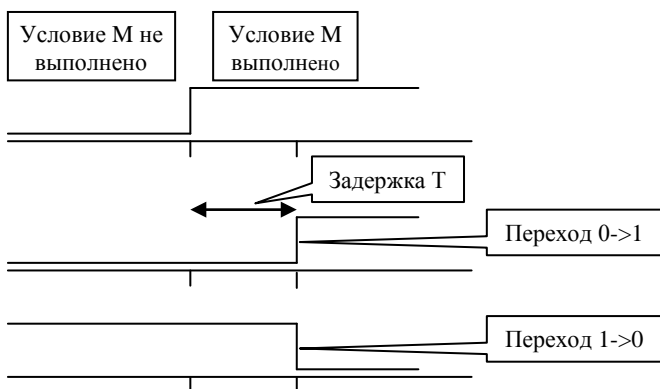

Рисунок 4.10
4.6.12 Условие «Задержка по условию» может использоваться для формирования перепада через определённое время после изменения флага состояния одного из условий. Время задержки T , номер отслеживаемого условия M , а также состояние выхода указываются при конфигурировании. Данное условие работает только с условиями видов 1...5. Рисунок 4.10 поясняет использование данного условия.